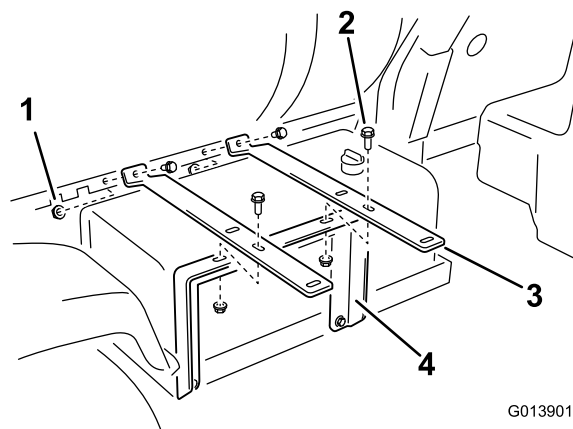

Figura 9
2. Installate le estremità delle 2 fascette per avvolgitubo sui fori della sella del serbatoio come illustrato in Figura 9, utilizzando 2 bulloni a testa flangiata (3/8 x 1 pollice) e 2 dadi flangiati (3/8 pollice).